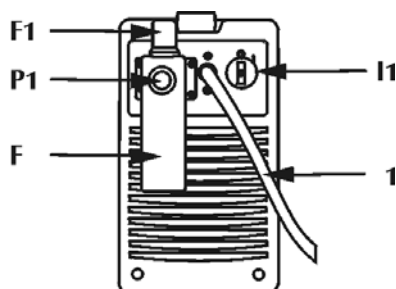

Fig.2
Acende-se com o interruptor "I1" na posição "I" no painel de comandos traseiro (Fig. 2). Indica que o equipamento está ligado e que existe tensão.
4.2 Painel de comandos traseiro (Fig. 2)
2. Ligar a alimentação do ar comprimido, utilizando um conector de 1/4 de polegadas, à tomada ar P1 da unidade filtro F (Fig. 2). A pressão deve garantir pelo menos 5 bar com caudal mínimo igual a 200 litros por minuto.
Pressionar o botão de teste gás (T2 de Fig.1) de modo a drenar o circuito do ar comprimido de eventuais resíduos e impurezas, e em seguida levantar e girar o botão para a regulação da pressão (F1 de Fig. 2) até ler no display D2 uma pressão de 5 bar (executar a operação mantendo pressionado o botão de teste gás de modo a efectuar a regulação com o circuito do ar aberto).